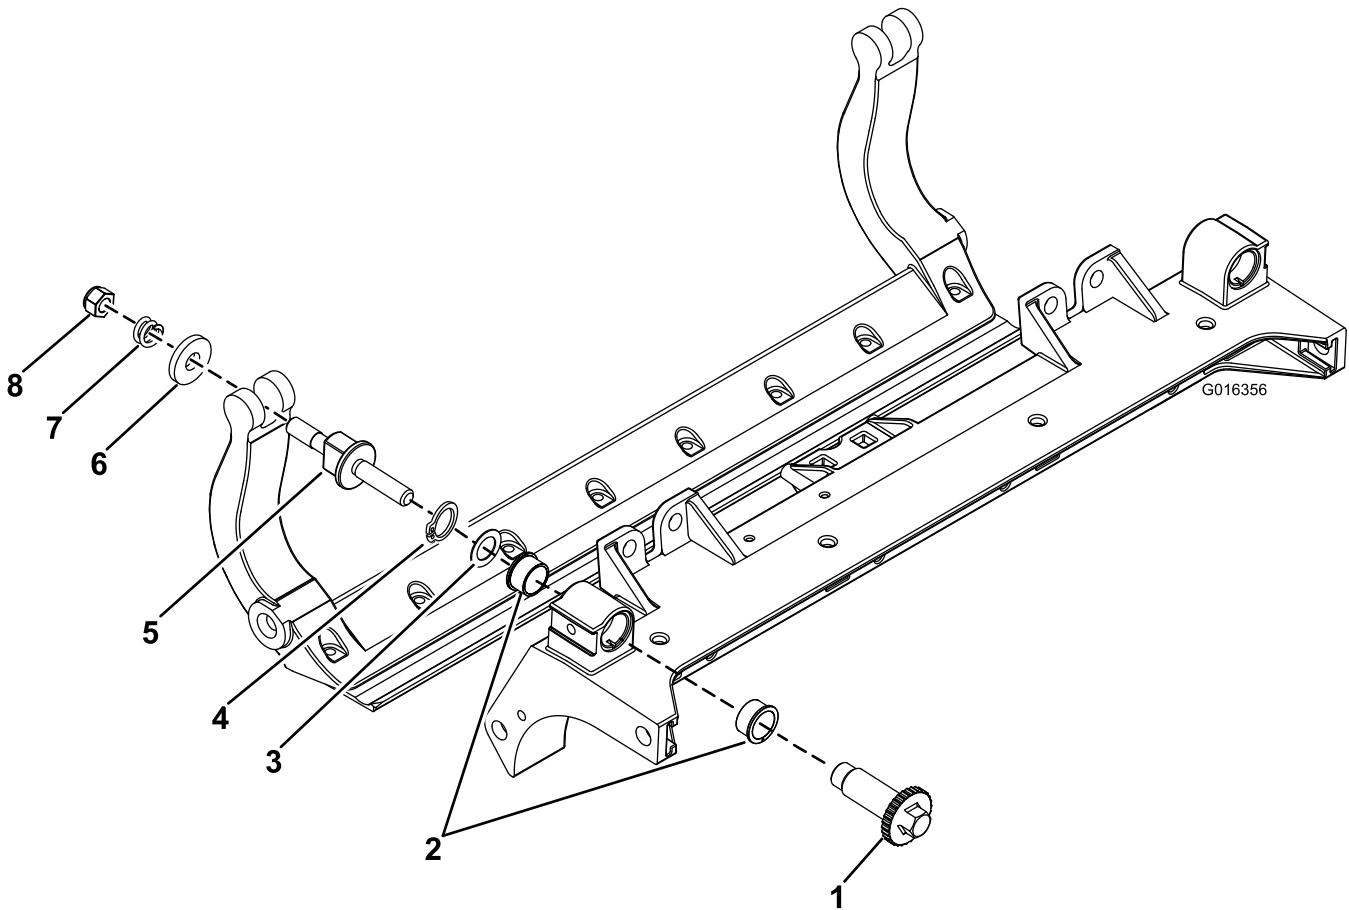

Bild 4
4. Entfernen Sie die Federspannungsmutter, Druckfeder und Scheibe von der Untermesserträgereinstellerschraube (Bild 4).
8. Entfernen Sie den Halterung und die Wellenscheibe von der Einstellerwelle und nehmen Sie die Einstellerwelle vom Mähwerkrahmen ab (Bild 4).
9. Entfernen Sie die Flanschbüchsen vom mittleren Mähwerkrahmen (Bild 4).
7. Schrauben Sie die Welle des Untermesserträgereinstellers von der Untermesserträgereinstellerschraube ab (Bild 4). Die Untermesserträgereinstellerwelle hat ein Linksgewinde.